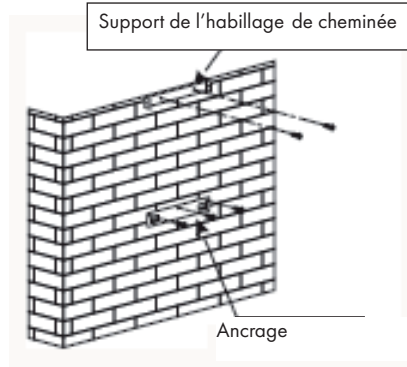

Figure 1
1. Après avoir déterminé la hauteur d'installation, installez l'ancrage en ligne droite à un endroit approprié. La position d'installation du support de cheminée détermine la position de la cheminée (voir figure 1).